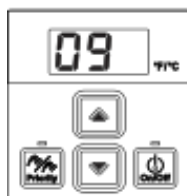

Fig. 2
4. Gebruik de pijlen op de afstandsbediening om de lijst van de parameters te doorlopen (fig. 2)